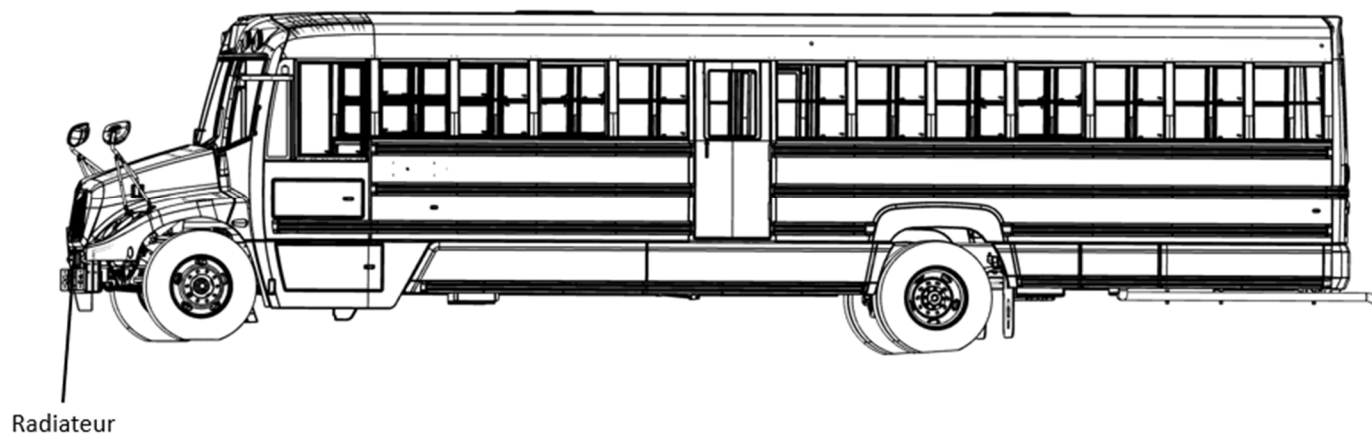

Figure 1 - Emplacement du radiateur
1. Localisez le radiateur (Figure 1).